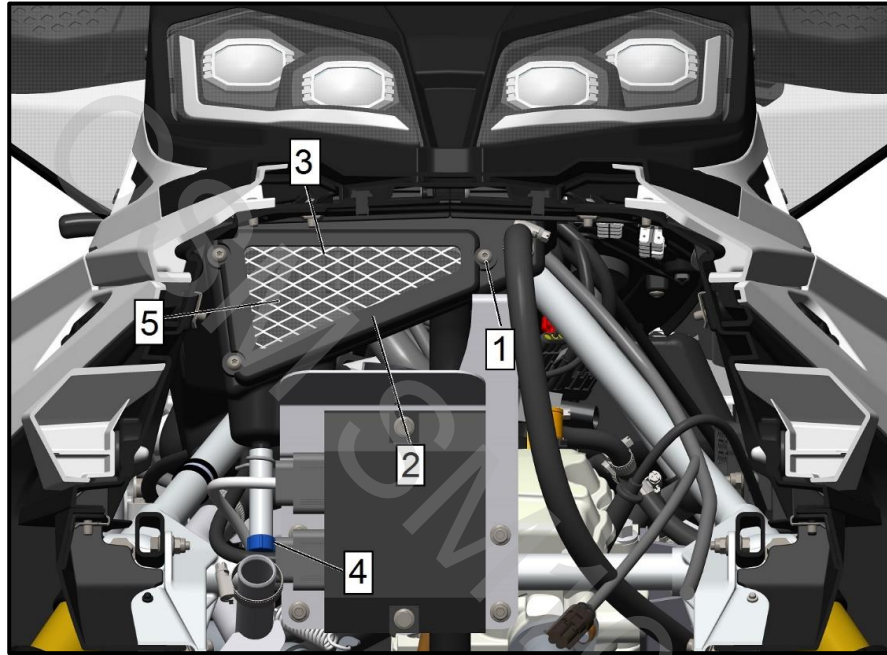
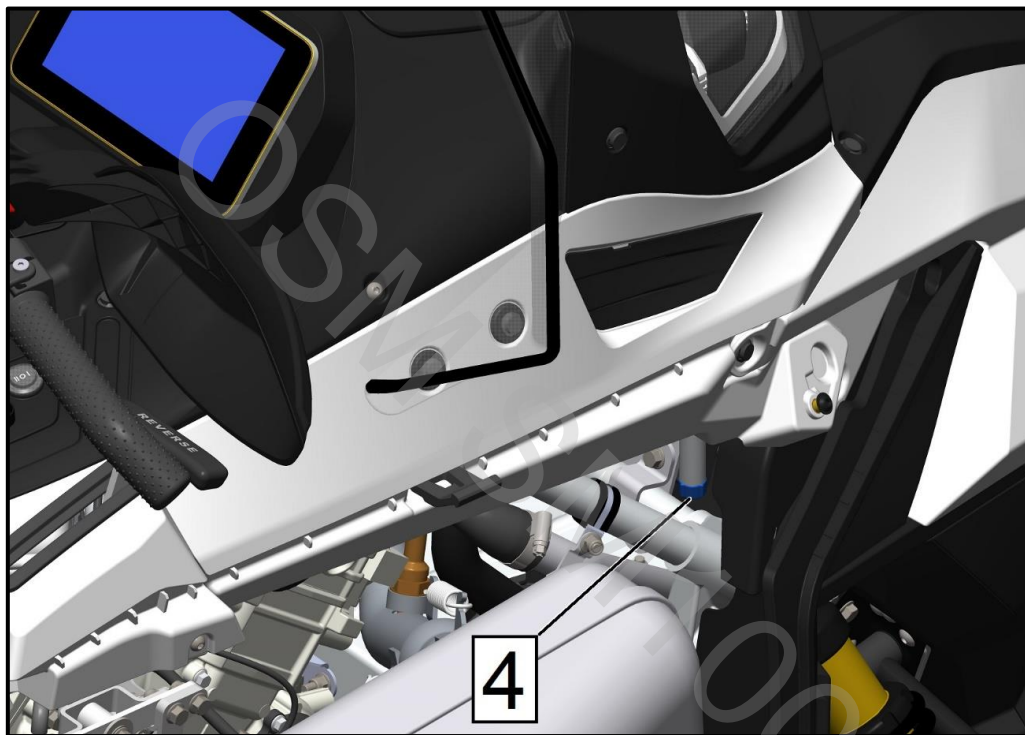

Рис. 10
Рис. 11
2. Подставьте удобную тару под пробку корпуса воздушного фильтра (поз. 4, рис. 10 и рис. 11), извлеките пробку, дождитесь слива конденсата, вставьте пробку обратно.
3. Шестигранником 4 мм открутите 3 винта (поз. 1, рис. 10) крышки (поз. 2, рис. 10) сетчатого фильтра (поз. 3, рис. 10) и поролонового фильтрующего элемента (поз. 5, рис. 10). Снимите крышку.